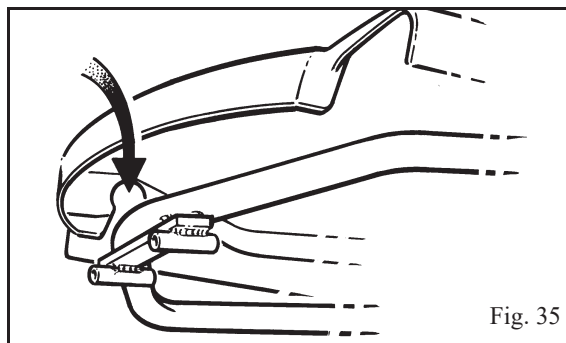

Fig. 35
2. Alinee las agarraderas de posicionamiento situadas por encima del travesaño trasero del marco del asiento (véase la fig. 35).